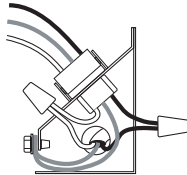

Figura 6 — Cableado Correcto
2. Con la ayuda de los conectores de cable apropiados, conecte el ventilador como se muestra en la Figura 6.